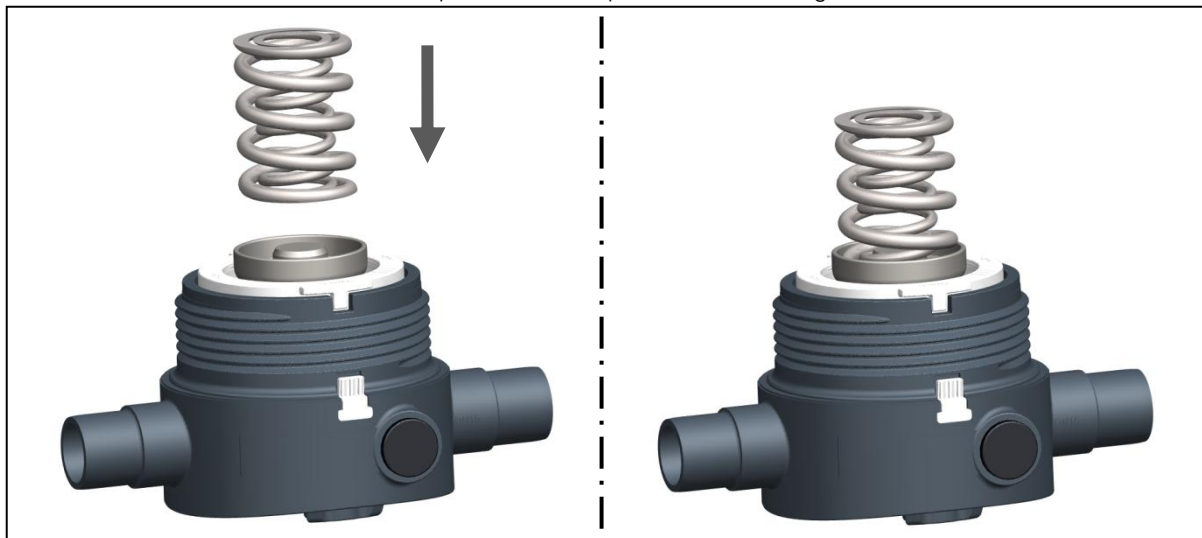

Fig. 15
- Colocar los resortes sobre la pieza de compresión, ver la fig. 15